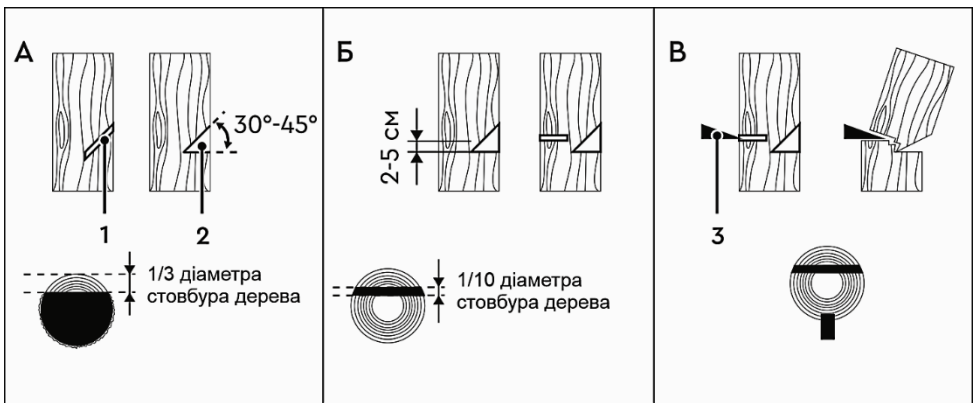

Рисунок 10
4.7.4 Виконання пропилів (рисунок 10)
Почніть пиляти дерево з того боку куди воно має впасти (1, рисунок 10-А).
Зробіть клиновидний пропили (2, рисунок 10-А) під кутом 30-45°, глибина якого приблизно дорівнює 1/3 від товщини стовбура.
Валочний розпил (рисунок 10-Б) зробіть із протилежного боку від клиновидного пропили, помістивши зубчастий упор пили на стовбур на 2-5 см вище нижнього краю клиновидного пропили. Завершіть пиляння тоді, коли до внутрішнього краю клиновидного пропили залишиться близько 1/10 діаметра стовбура. Коли робите валочний розпил, не намагайтеся пропиляти стовбур наскрізь до клиновидного пропили.
Частина стовбура, яка залишилася непропиляною, буде направляти його в необхідний бік. Коли дерево почне падати, зупиніть роботу пили та негайно відійдіть у безпечну зону. Якщо дерево не почало падати, необхідно забити клин (3, рисунок 10-В), після чого дерево почне падати в сторону клиновидного пропили.